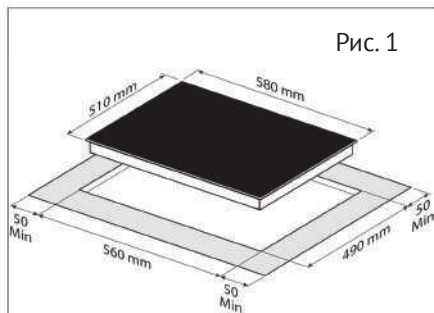
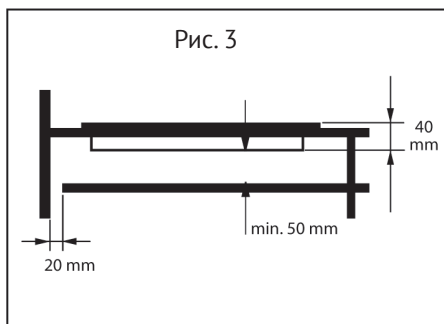
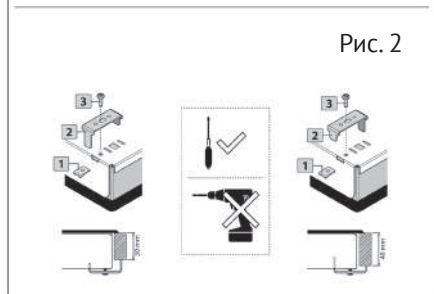

Рис. 1
Рис. 3
Рис. 2
- **Небольшие загрязнения** можно устранить мягкой влажной тканью. Затем протрите чистую поверхность насухо (рис. 2).
ПРОВЕРЬТЕ, ЧТОБЫ НА СТЕКЛОКЕРАМИЧЕСКОЙ ПОВЕРХНОСТИ НЕ ОСТАЛОСЬ СЛЕДОВ ЧИСТЯЩЕГО СРЕДСТВА, ТАК КАК ПРИ НАГРЕВЕ ОНО МОЖЕТ ПРИОБРЕСТИ АГРЕССИВНЫЕ СВОЙСТВА И ПРИВЕСТИ К ИЗМЕНЕНИЯМ СТРУКТУРЫ СТЕКЛОКЕРАМИЧЕСКОЙ ПОВЕРХНОСТИ. (РИС.3)
- **Декоративный рисунок** на варочной поверхности может стираться из-за использования агрессивных и грубых чистящих средств, а также посуды с поврежденным или грубым дном (рис. 2).
- **Пятна от воды** можно удалить с помощью слабого раствора уксуса. Этим раствором нельзя протирать рамку прибора (в некоторых моделях), так как она потеряет блеск. Для удаления известкового налета нельзя использовать агрессивные спреи и чистящие средства (рис. 3).
Данное устройство должно быть встроено в столешницу, как это показано на рисунке (Рис. 1). Нанесите герметизатор (Рис. 4) по всему периметру (размер резки указан на Рис. 1). Зафиксируйте прибор на столешнице при помощи 4 кронштейнов, учитывая толщину столешницы (Рис. 2). Если нижняя часть прибора после установки доступна из нижней части шкафа, необходимо установить разделительную панель, соблюдая указанные расстояния (Рис. 3); данная процедура не нужна, если под варочной поверхностью будет установлена печь.
Расстояние между варочной поверхностью и кухонной мебелью или встраиваемыми приборами должно быть достаточным для обеспечения вентиляции и оттока воздуха (Рис.3). Не закрывайте передние вентиляционные отверстия во избежание сбоев в работе прибора (Рис.5).